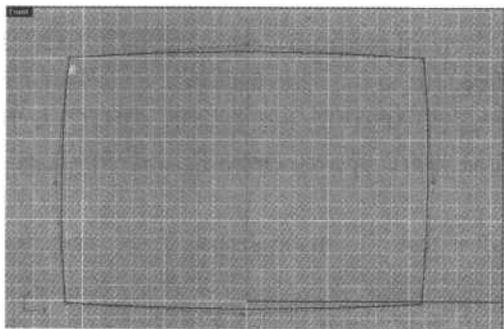

图 1.6 调整直线
- (6) 下面，我们需要调整一下以上绘制的直线。用鼠标框选所有直线，单击 **Control Points On**（打开控制点） 工具或按 **F10** 键打开直线的控制点。选择每条直线中间的控制点进行调整，最后得到如图 1.6 所示的 4 条曲线。